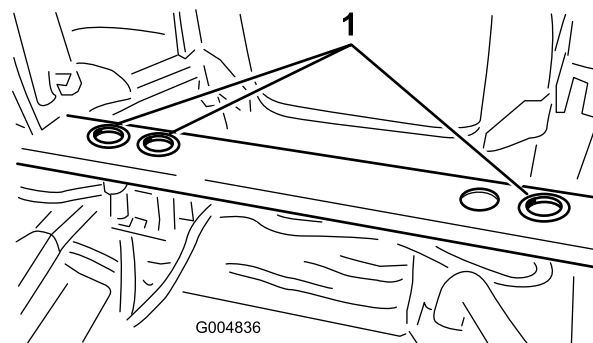

Рисунок 7
11. Вставьте резиновые втулки в 3 отверстия заднего крепления рамы, как показано на Рисунок 7.